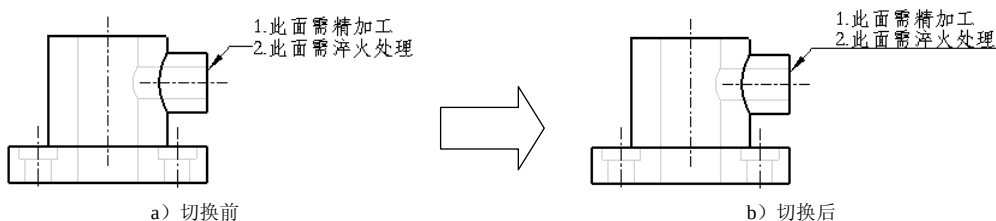

图 5.3.32 切换引线类型
- (7) **切换引线类型**  命令主要用来将引线类型切换为 ISO 或从 ISO 切换，选择 **切换引线类型**  命令的效果如图 5.3.32 所示。
说明：图 5.3.32 所示的工程图文件位于 D:\proewf5.7\work\ch05.03.04 中，文件名依次为 base_drw_05.drw 和 base_drw_06.drw，供读者参考。